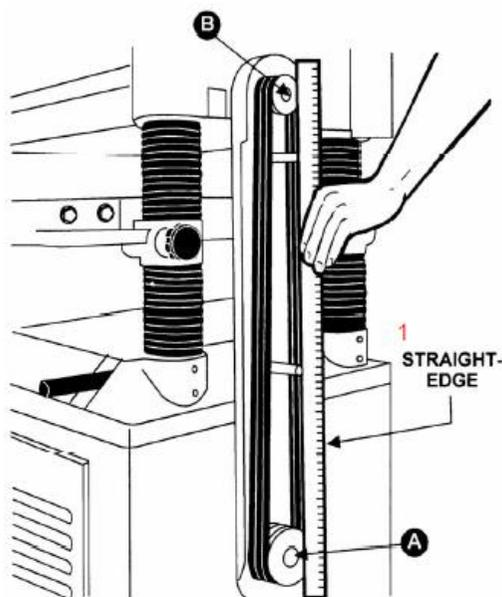
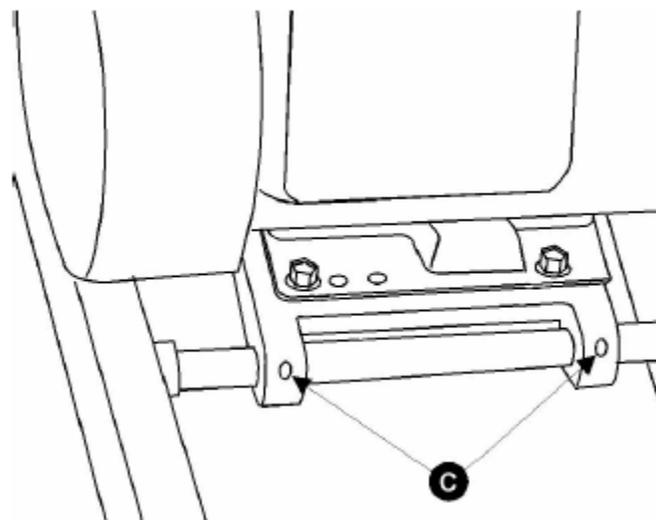

Рис. 8: 1 – поверочная линейка
Рис. 9
1. С помощью поверочной линейки совместить шкив двигателя (Рис. 8, А) со шкивом режущего вала (Рис. 8, В). Для регулировки плиту двигателя можно перемещать, ослабив установочные винты (Рис. 9, С) на плите двигателя.